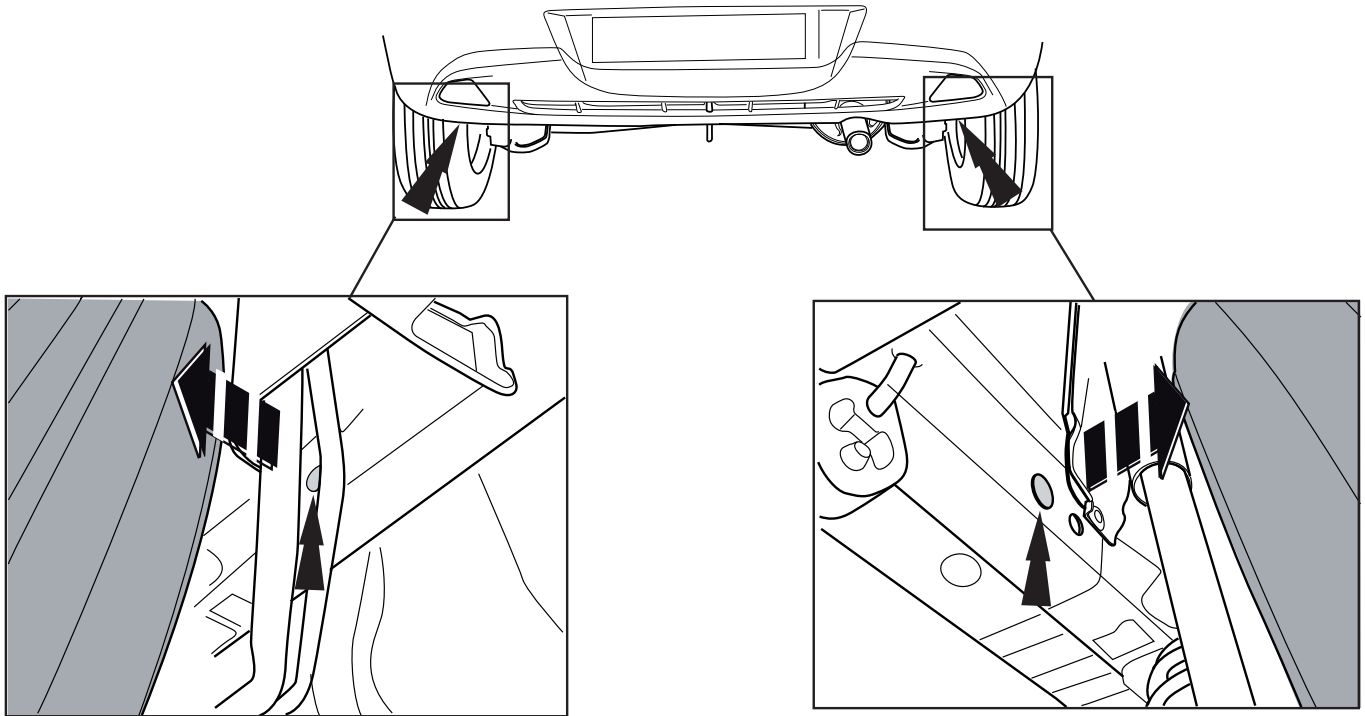

Fig.3
3. Удалить резиновые пробки в указанных точках (см. рис. 3).